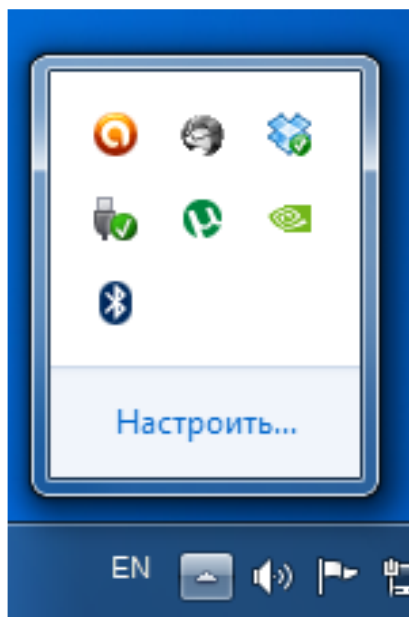

Рис.10. Вид всплывающей панели задач устройств Windows.
- 3.2.3. На ПК во всплывающей панели задач рядом с часами щелкните левой кнопкой мыши два раза по значку  (Устройства Bluetooth) (рис.10)